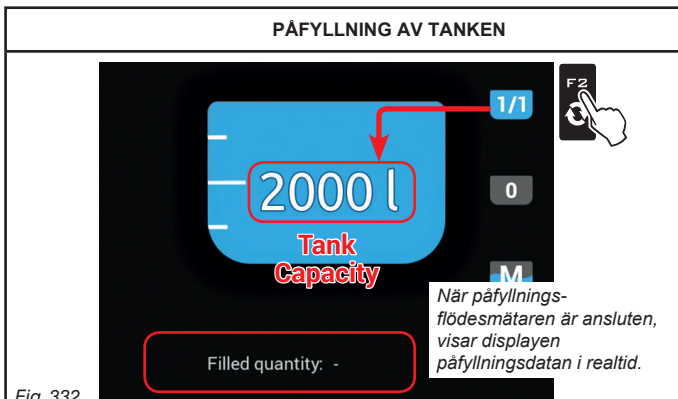

Fig. 332
- Fullständig påfyllning efter tankens kapacitet (Fig. 332)